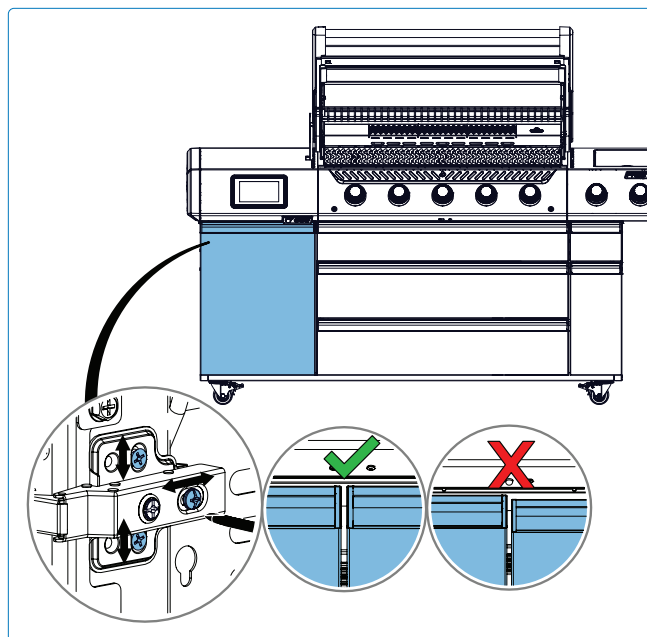

Fig. 18
1. Trouvez le support de réglage en haut de la porte. **(Fig. 18).**
4. Ajustez les vis de charnière pour aligner les portes du meuble afin qu'elles soient au même niveau **(Fig.18).**